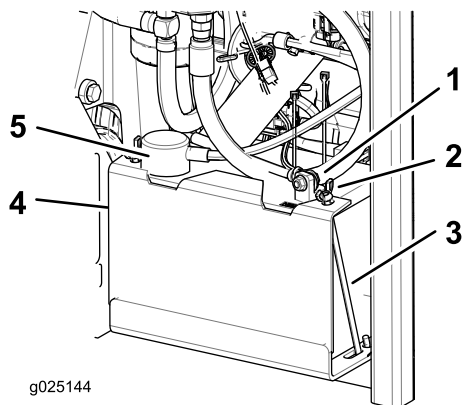

Figura 44
- Desconecte el cable negativo (negro) de la batería del borne negativo (-) de la batería (Figura 44).
- Retire la cubierta de goma roja del borne positivo (rojo) de la batería y retire el cable positivo (+) (Figura 44).
- Retire las tuercas de orejeta que sujetan los ganchos (Figura 44).
- Retire la abrazadera (Figura 44).
- Coloque la batería en la bandeja, con los bornes frente al depósito de aceite hidráulico (Figura 44).
- Fije los cables con 2 pernos, 2 arandelas, y 2 contratueras (Figura 44).
- Instale la abrazadera y sujétela con las tuercas de orejeta y los ganchos (Figura 44).